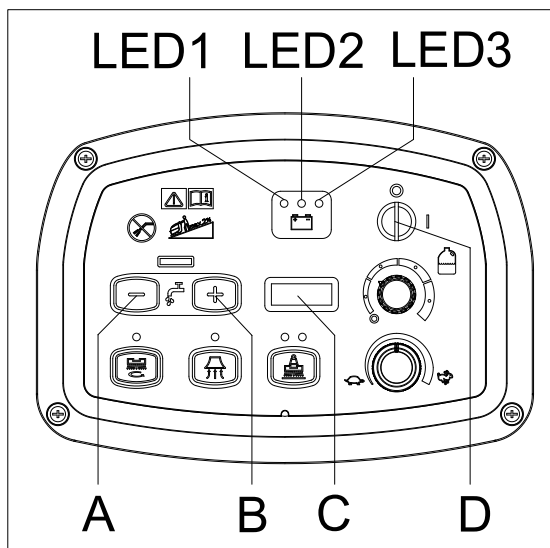

Figure 4
1. Appuyez, en même temps, sur les deux boutons (A, Figure 4) et (B), Introduire la clé de contact (D) et mettez en position de marche, après 0,5 seconde, passez en mode de réglage de la batterie. Affichage LED pendant le réglage (C), Relâchez les boutons.
2. On peut changer de mode de 0 à 5 en appuyant sur le bouton (B), ou passer de 5 à 0 en appuyant sur le bouton (A) Une fois le réglage du mode batterie terminé, éteindre l'alimentation (D) et le nouveau réglage du mode batterie peut être sauvegardé automatiquement.